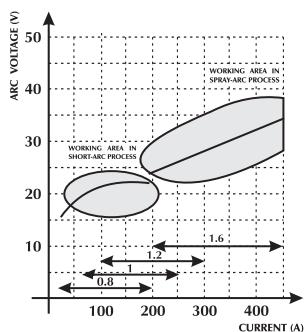

Fig. 2 Diagram over valg af de bedste arbejdskarakteristika.
- På Fig. 2 og 3 vises de forhold, der findes mellem de forskellige svejseparametre.